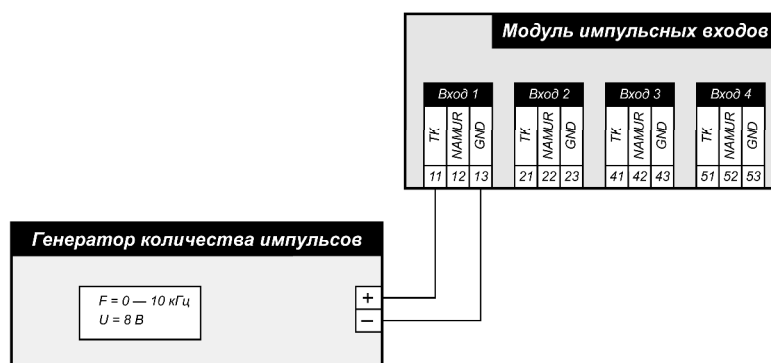

Рисунок 4 Схема проверки подсчёта количества импульсов
6.5.3 При проверке подсчёта количества импульсов используется схема соединения оборудования показанная на рис. 4.